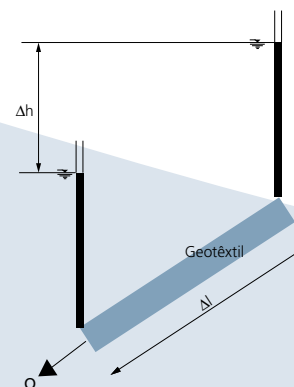

Fig.9 Cálculo do gradiente hidráulico para drenos inclinados.
- i: gradiente hidráulico ( $\Delta h/\Delta l$ ) ver fig. 9 (i = 1 para drenos verticais)